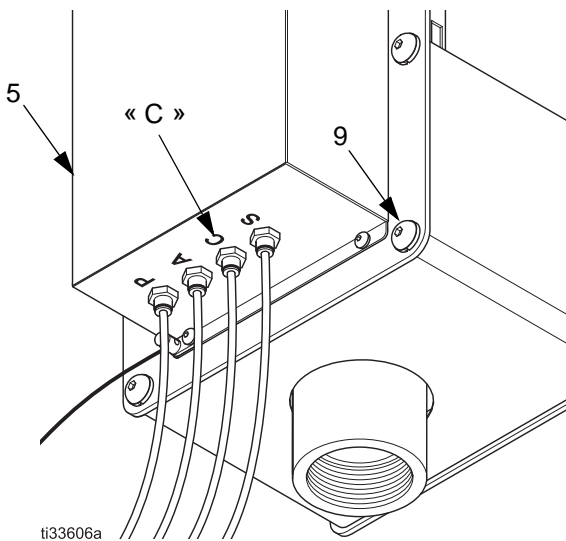

FIG. 9 : aperçu du couvercle de la boîte de rinçage de pistolet et des raccords à air
2. Enlevez les quatre vis (9) fixant le couvercle (5) sur la boîte de rinçage de pistolet. Consultez la section FIG. 9.
3. Obligez le cylindre à actionner le pistolet en branchant l'arrivée d'air sur le raccord C. Ouvrez l'air pour mettre les boutons de cylindre (31) et (35) en expansion.